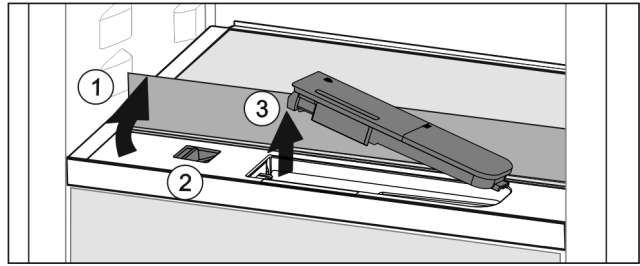

Fig. 147
- ▶ Поднять стеклянную панель и откинуть до упора назад Fig. 147 (1).
- ▶ Сдвиньте ползунок Fig. 147 (2) влево.
- ▶ Вынуть бак для воды Fig. 147 (3).